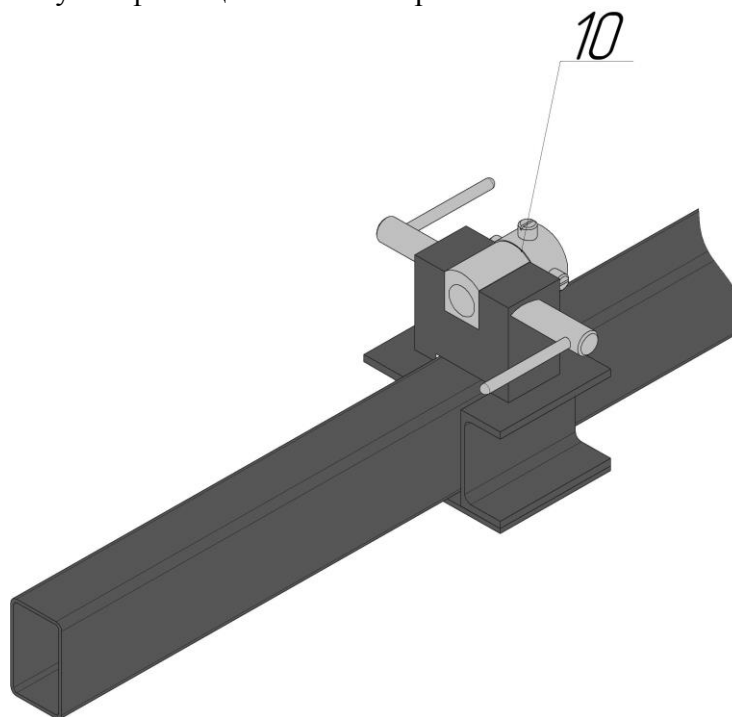
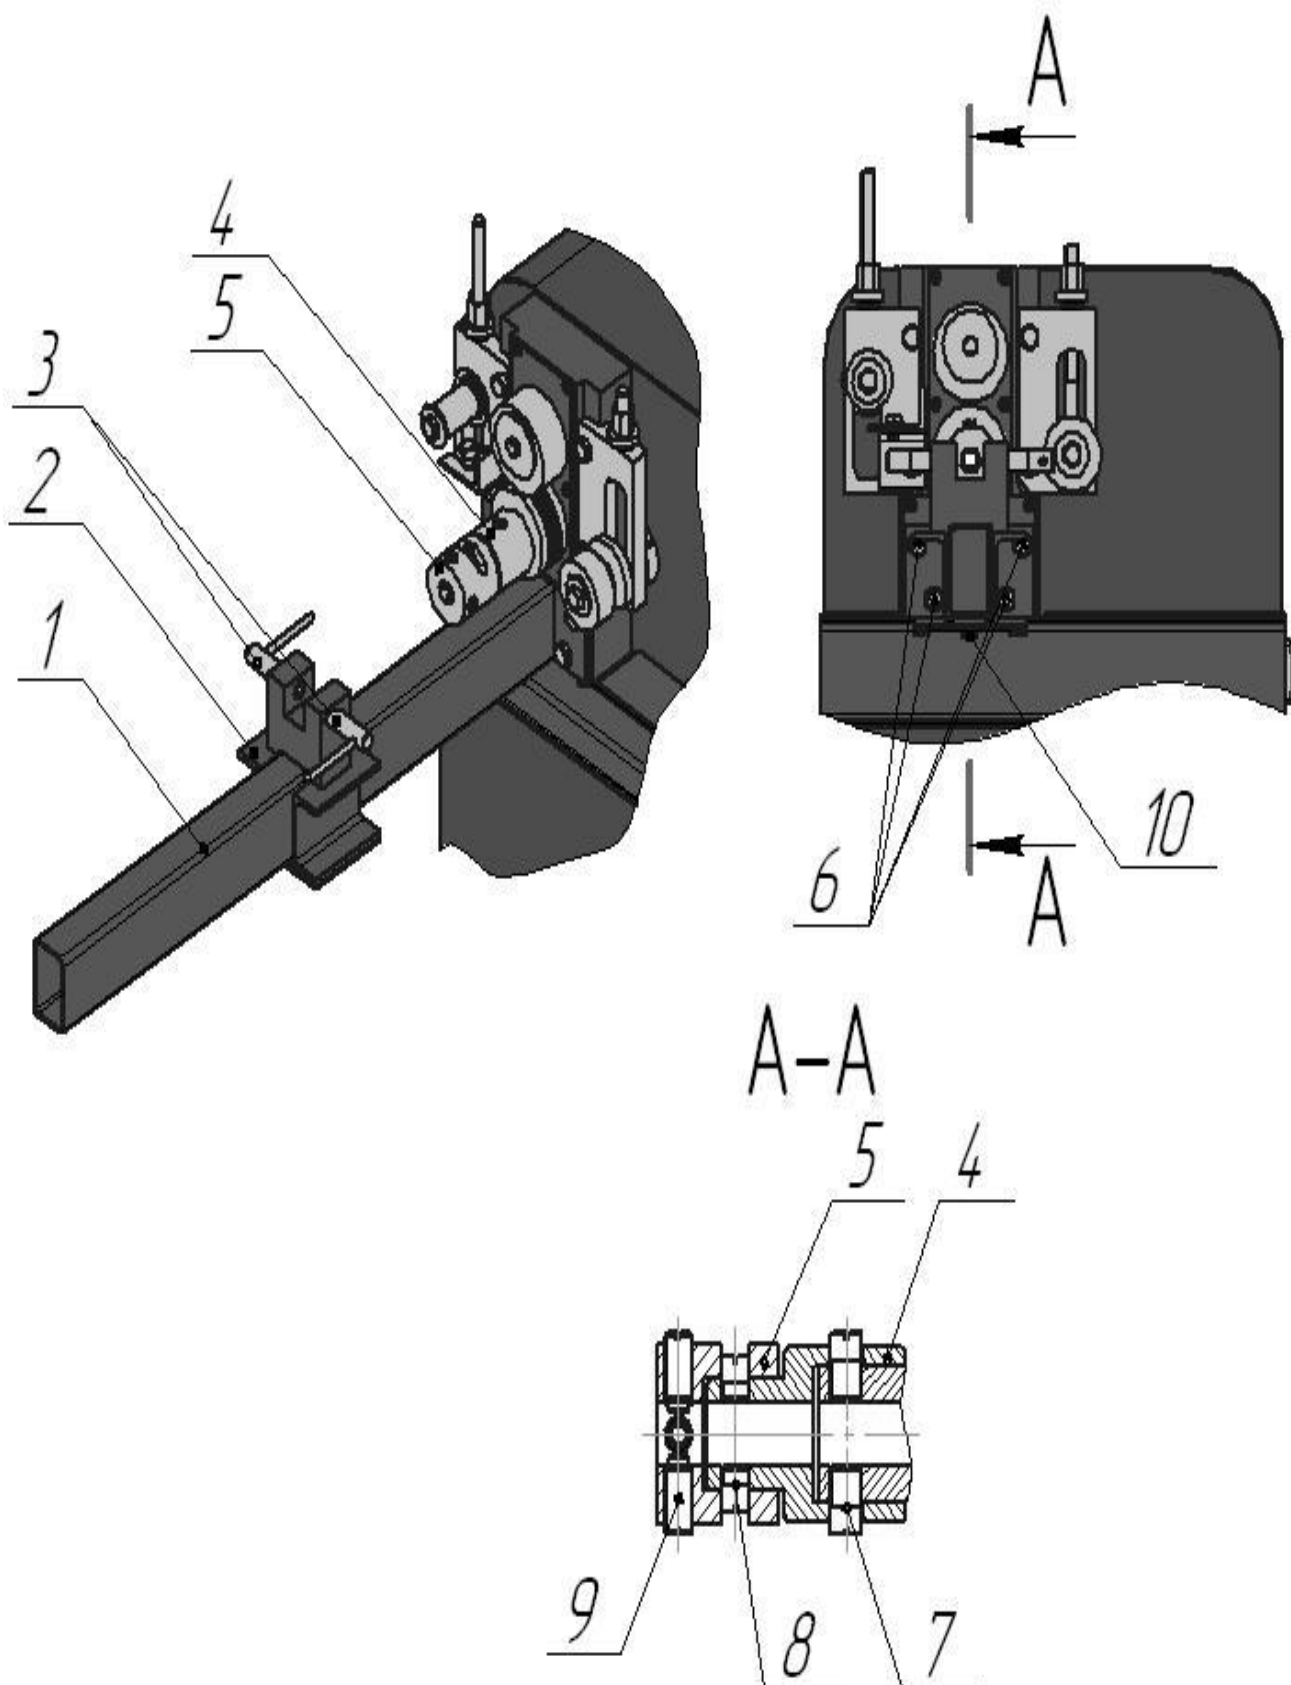

Рис.2 Установка дополнительных приспособлений для операции продольного скручивания металлопроката из профильной трубы.
Рис.3 Монтаж дополнительных приспособлений для операции продольного скручивания прутка металлопроката.
5.2. Произвести монтаж приспособлений рис.3.
При работе с металлопрокатом из профильной трубы, следует установить втулку фиксации 10 рис.2 путем фиксации винтами 3 рис.3.
5.3. Во втулке свободного хода 5 установить размер, соответствующий сечению прутка с помощью винтов 8 рис. 3. При работе с металлопрокатом из профильной трубы установить соответствующий размер во втулки фиксации 10 с помощью винтов 8 так, чтобы при последующей установке заготовки во втулки был небольшой люфт самой заготовки.
5.4. Выставить на необходимую длину скрутки ползун 2 и зафиксировать его на кронштейне 1 при помощи болта 11 (затянув его рукой или гаечным ключом) рис. 3.
5.5.3. Произвести визуальную отцентровку заготовки винтами 8 рис. 3.
5.8. Ослабьте винты 8 рис. 3 и выньте заготовку.
6.1. Произвести монтаж приспособлений рис.2, рис.3 – «Операция продольного скручивания прутка металлопроката».
- 6.7. Коротким нажатием кнопки «Вперед» разблокировать модуль, ослабить винты 9 втулки свободного хода рис.3 и винты втулки фиксации рис.2.
- 6.8. Сдвинуть ползун 2 по кронштейну 1 рис.3 и извлечь полученный элемент.